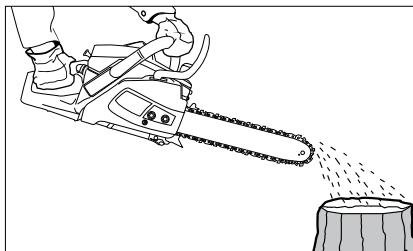

Fig. 13
4. Înainte de începutul lucrului, verificați alimentarea cu ulei: porniți ferăstrăul benzina și țineți-l deasupra unui obiect potrivit. În cazul unei lubrificări suficiente, se va forma o ușoară urmă de picături de ulei evacuat (Fig. 13).